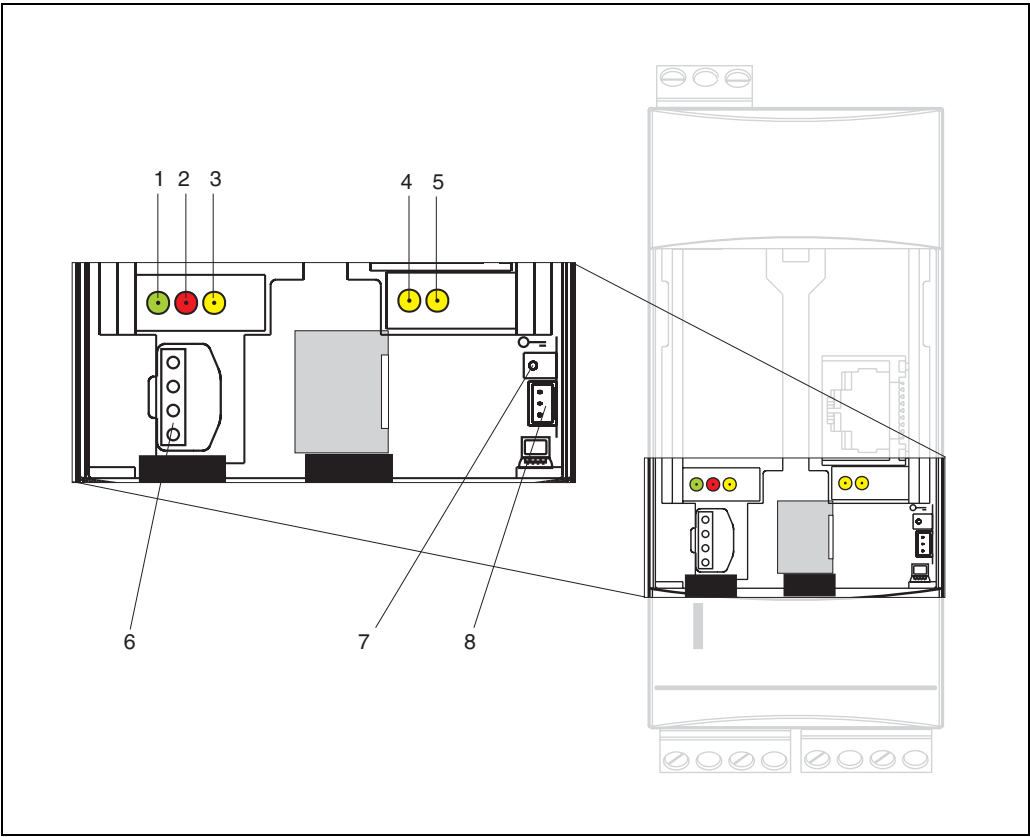

Fig. 10 : Disposition des éléments d'affichage et de configuration sur la Fieldgate FXA520
Disposition des éléments voir fig. 10.
Raccordez la Fieldgate à un PC avec le câble de raccordement PC fourni. Le raccordement à la Fieldgate se fait au moyen d'un câble de raccordement (voir fig. 10, pos 8). Le raccordement au PC se fait au moyen d'un port COM non assigné.